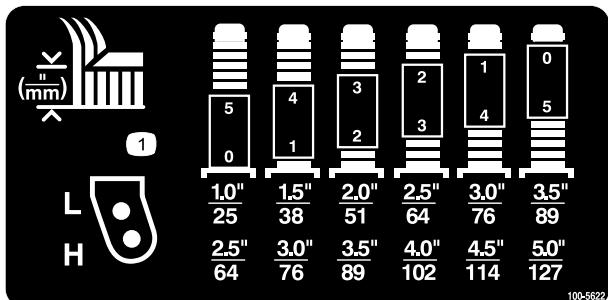

Figura 7
2. Posizionate gli assali delle ruote orientabili negli stessi fori su entrambe le forcelle. Fate riferimento a Figura 6 e Figura 7 per determinare i fori adeguati all'impostazione voluta.
Fate riferimento a Figura 7 per determinare le combinazioni di distanziali necessari per l'impostazione voluta.